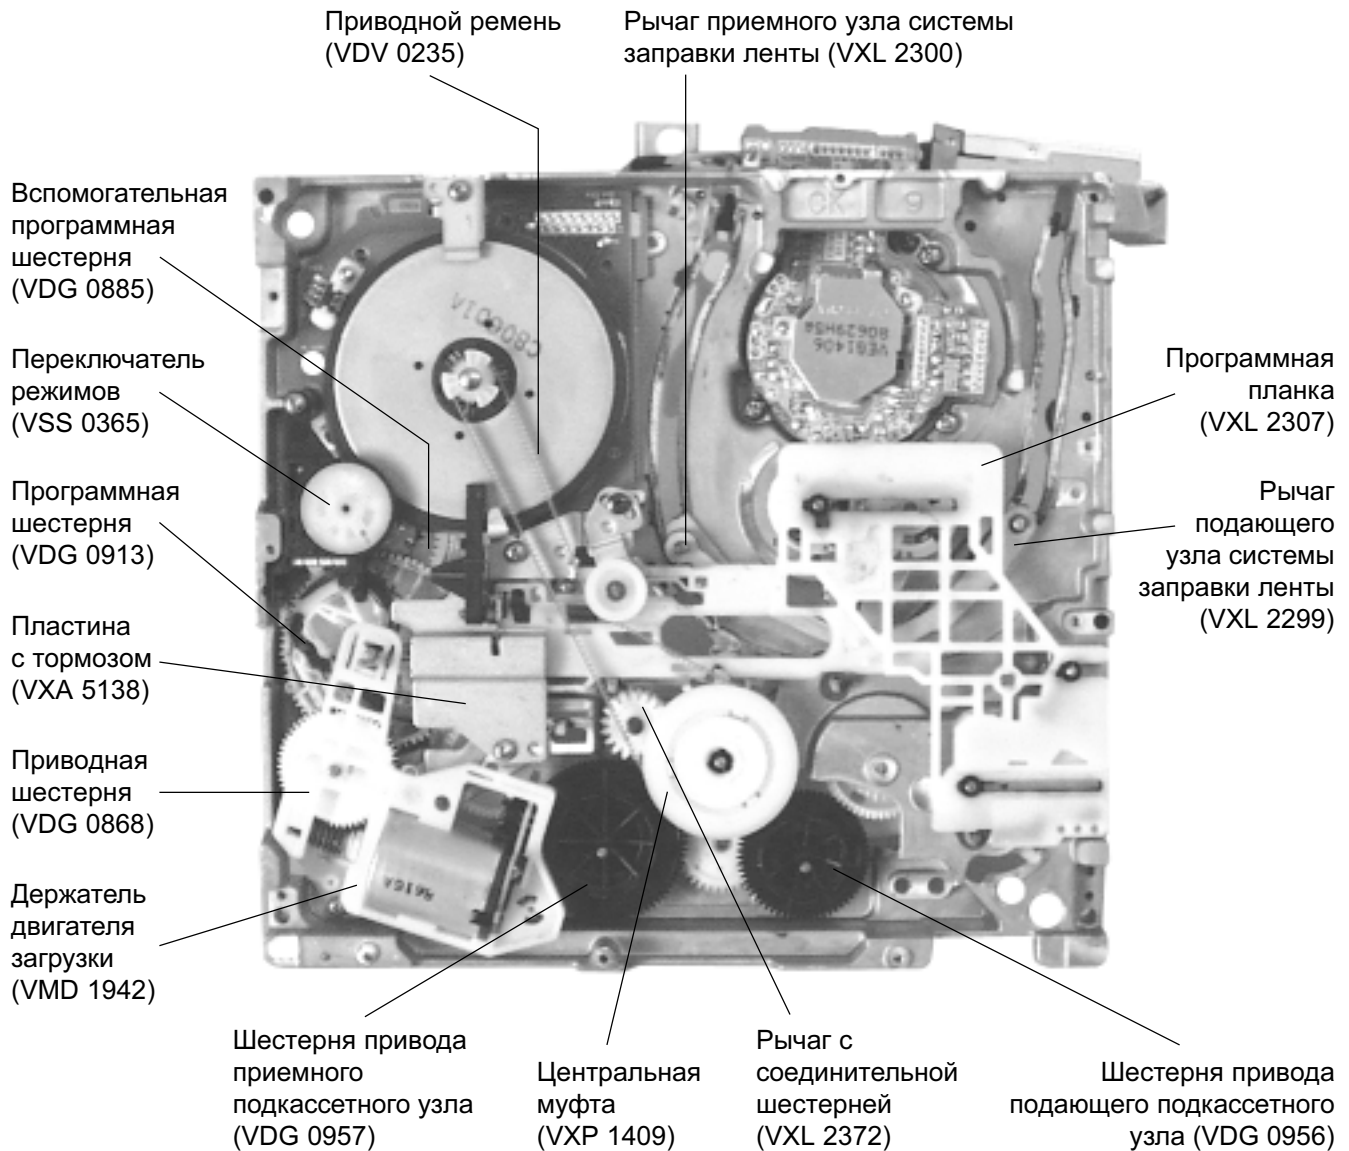

Рис. 2. К-механизм, вид снизу
В настоящее время подавляющее большинство ви-деомагнитофонов фирмы Panasonic серий SD, HD, HS и видеоплееров серий HR, SR строится на основе К-меха-низма, доказавшего свою надежность и долговечность в эксплуатации при относительной простоте. Внешний вид механизма с верхней стороны дан на рис. 1, с нижней — на рис. 2. В скобках указаны номера деталей, необ-ходимые при их заказе или покупке.
терне привода прижимного ролика. Положение шес-терни можно зафиксировать штифтом, который удаля-ется после окончательной сборки (рис. 2).
8. Устанавливают программную шестерню, повер-нув при этом шестерню связи с механизмом загрузки кассеты так, чтобы ее зубцы не входили в зацепление с программной шестерней. Заводят выступ рычага регу-лятора усилия подтормаживания приемного подкассет-ного узла в паз программной шестерни (рис. 2).